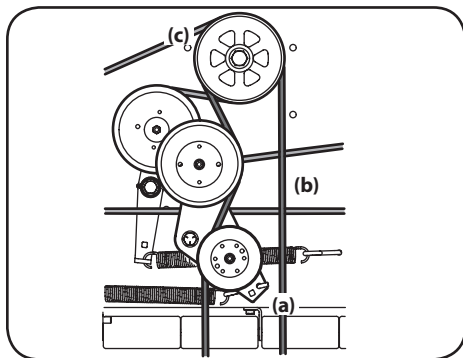

Figure 4-12
4. Insérez un bras de force de 1/2" dans le support de la poulie de tension (a) et tournez-le vers la droite de l'appareil. Faites glisser la courroie de la prise de force (b) hors de la poulie de la prise de force (c). Voir Figure 4-12.